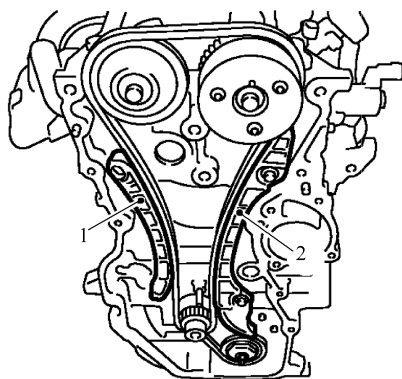

图 3-69 拆卸张紧导杆和松紧导杆
④ 拆下链条张紧器(对于正时链条)。
12) 拆下张紧导杆 2 和松紧导杆 1，如图 3-69 所示。